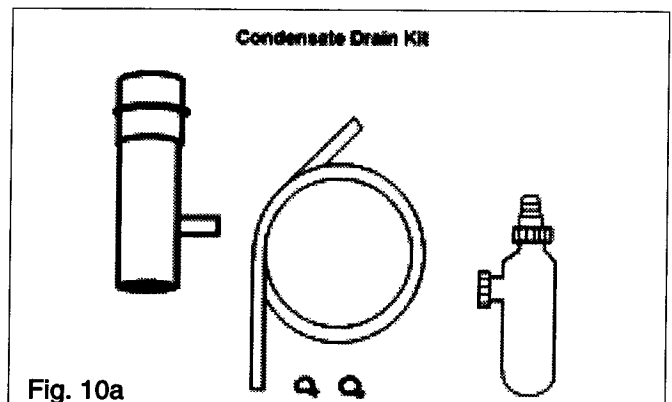

Fig. 10a
4.5.3.2 INSTALLATION OF CONDENSATE DRAIN KIT (fig. 10a)